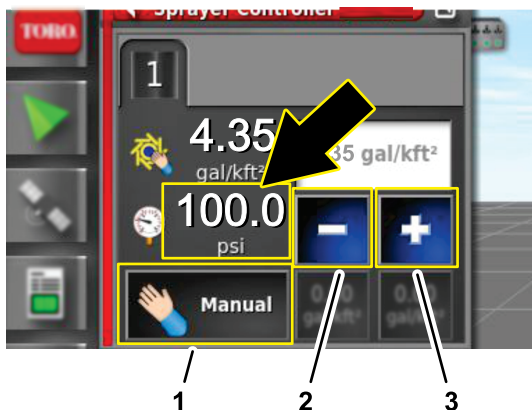

Figura 242
7. En el cuadro de diálogo Controlador del caudal de fumigación, pulse el icono MODO DE CONTROL DE CAUDAL hasta que aparezca el modo manual (Figura 242).
8. Presione el icono Reducir (-) o Aumentar (+) para ajustar la presión del sistema de fumigación (Figura 242) a 6,9 bar.